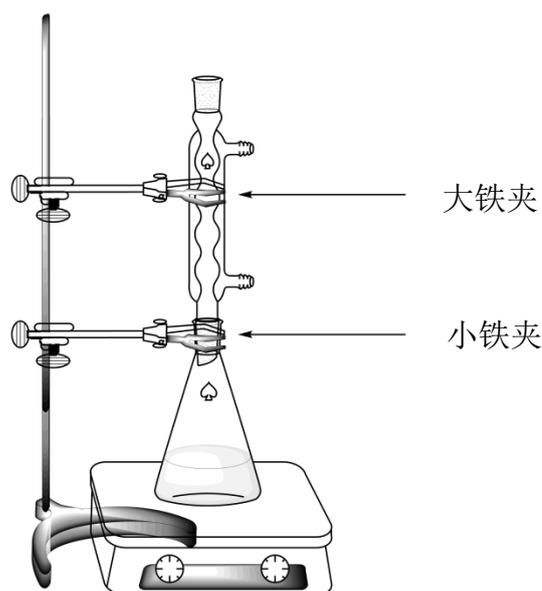

图 1. 氧化反应的加热装置图
- 松开冷凝管的大铁夹, 将冷凝管连接在锥形瓶的磨口上, 调整并固定好 (参见图 1)。举起你的 HELP 牌, 监考老师将过来帮你打开冷凝水和电磁搅拌的加热开关。
2. **进行粗产品的重结晶**：向装有粗产品的带磨口的 50 mL 锥形瓶中加入适量的上述混合溶剂，按照图 1 搭建好加热回流装置。**举起**你的 HELP 牌，监考老师将过来帮你打开冷凝水和电磁搅拌的加热开关。如果需要，可从冷凝管的上方**加入**重结晶溶剂。